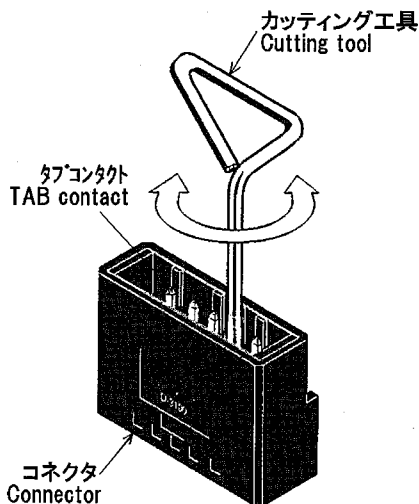

Fig.2
(1) 工具の先端が取外したいタブコンタクトの根元まで差し込むように工具をセットします。
(2) 工具を軽く押えながら、タブコンタクトがねじ切るまで回転させます。(Fig.2を参照)
(1) Position the tool into a TAB contact that you want to remove until the tip of tool touches the bottom floor of the housing.
(2) Rotate the tool with pushing it slightly until the TAB contact is cut. (Refer to Fig.2)